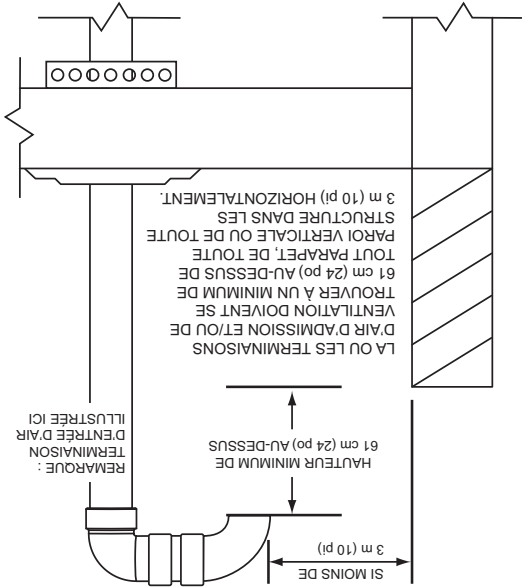

Figure : 20
- Cimenter le raccord concentrique en Y au tuyau de la trousse avec le diamètre le plus gros, voir « Figure : 20 ».
Pour les installations sur toits-terrasses, les terminaisons d'entrée d'air et d'évacuation d'air doivent être au moins à 61 cm (24 po) au-dessus de tout parapet, mur vertical ou toute structure à moins de 3 m (10 pi) horizontalement. Voir Figure 20.